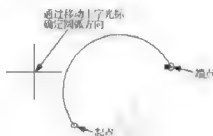

图 3-31
- (6) 起点、端点、方向(D): 主要通过确定圆弧的起点、端点和方向绘制圆弧(图 3-31)。